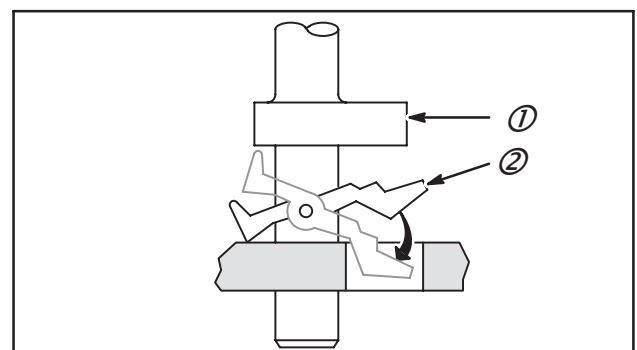

Fig. 8
Le décompresseur avec levier mécanique utilise un levier contrôlé par un ressort (2) sur le lobe de came d'échappement (1) afin d'ouvrir la soupape lors du démarrage. Lorsque le moteur a démarré, la force centrifuge écarte le levier qui échappe à la pression du ressort. Le levier s'écarte de la came d'échappement, le moteur retrouve une compression normale, Fig. 8.